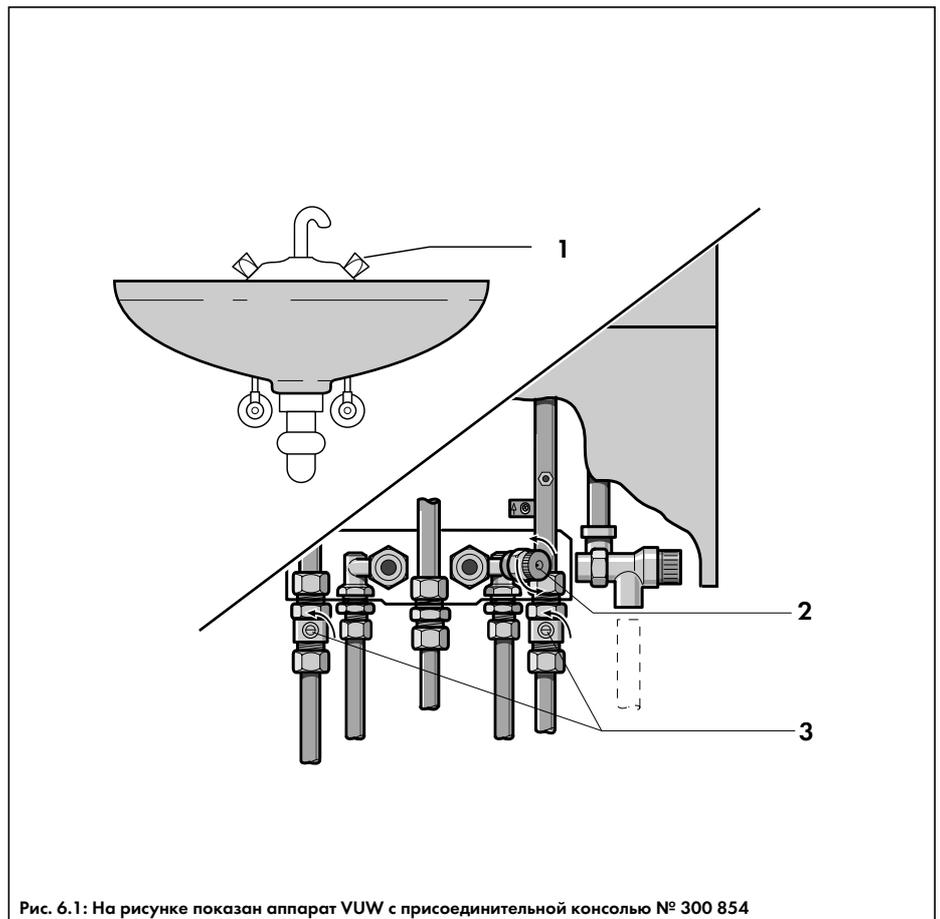

Рис. 6.1: На рисунке показан аппарат VUW с присоединительной консолью № 300 854
- Открыть краны горячей воды (1, рис. 6.1) во всех точках водоразбора и подать воду к аппарату, открыв запорный вентиль на консоли аппарата (2, рис. 6.1);
- Открыть сервисные краны на соединительной консоли аппарата (3, рис. 6.1);
- Открыть все вентили отопительной установки и сервисные краны (3, рис. 6.1). Полностью спустить воду из отопительной установки и самого аппарата, открыв сливные краны (желательно, сечением не менее 1/2"), которые должны быть предусмотрены в нижней точке системы отопления. Краны необходимо открывать полностью, чтобы удалить перед пуском аппарата всю грязь, попавшую или образовавшуюся в системе отопления при монтаже.
- Полностью открыть кран горячей воды (1, рис. 6.1) на водоразборной точке. Аппарат перейдет в режим приготовления горячей воды;